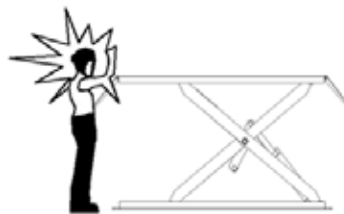

Figure 12
- Assurez-vous que personne ne se trouve dans la zone de danger avant le début du levage ou de la descente. Si, pour des raisons opérationnelles, le pont élévateur est arrêté à une hauteur relativement basse (plus bas que 1,75 m au-dessus du sol), le personnel doit faire attention de ne pas se cogner aux parties de la machine qui ne sont pas marquées en couleur (figure 12).